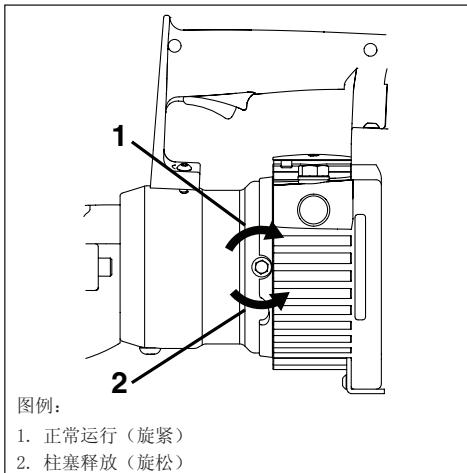

图 4, 柱塞释放螺栓
使用切断机之前，应检查柱塞释放螺栓是否已经顺时针完全旋紧。应使用 8mm 六角扳手。参见图 4。
3. 确保柱塞释放螺栓已经顺时针完全拧紧。参见图 4。